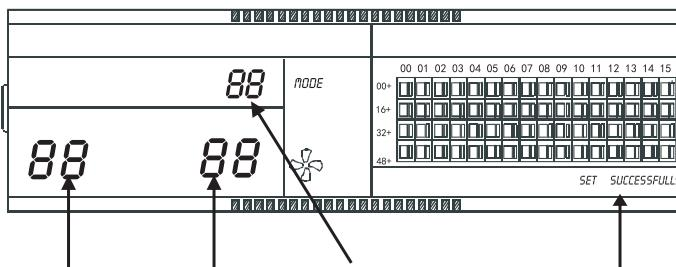

Fig. 2.9 Le filtre combiné à la fonction de poussière entraîne l'affichage du contenu 2) Réglage de la fonction
- ① Composer le code de numérotation 3 pour mettre en « MARCHE », sélectionner « Fonction en option » en faisant référence au tableau 2.1, puis mettre le régulateur centralisé sous tension. Dans la minute qui suit, appuyer sur la touche « » et la maintenir enfoncée, puis appuyer sur la touche « » pour accéder au réglage de la fonction en option. La sélection de la fonction représentée par le double huit (Fig. 2.9 a) clignotera à une fréquence de 1 Hz (affichage par défaut 00), en affichant le code de fonction en option (voir tableau 2.2). Appuyer sur les touches « » et « » pour sélectionner la fonction, puis appuyer sur la touche « » pour accéder à la sélection du paramètre.
- ② Une fois le paramètre sélectionné, la sélection de la fonction représentée par le double huit sera allumée. Le double huit représentant la sélection du paramètre (Fig.2.9 b) clignotera à une fréquence de 1 Hz, en affichant le code du paramètre en option. Utiliser les touches « » et « » pour sélectionner le paramètre détaillé.
- ③ Appuyer sur « » pour confirmer la sélection du paramètre (pour les détails de l'heure correspondant aux codes de paramètre, se référer au tableau 2.3).
- ④ Une fois le réglage effectué avec succès, la sélection de fonction représentée par le double huit s'allumera et l'écran affichera « Set successfully » (Fig. 2.9 d). Au bout de 3 secondes, l'écran quitte automatiquement le réglage de la fonction en option. L'écran revient alors à l'affichage normal.